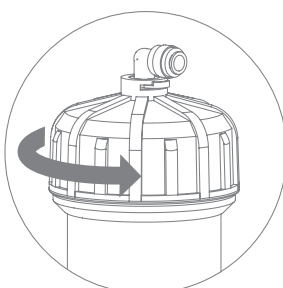
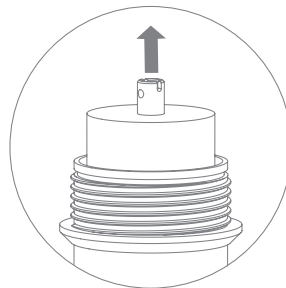

Рис. 16
Рис. 17
4. Открутите крышку корпуса мембраны (рис. 16), используя ключ^[1] из комплекта поставки, извлеките отработанную мембрану (рис. 17).